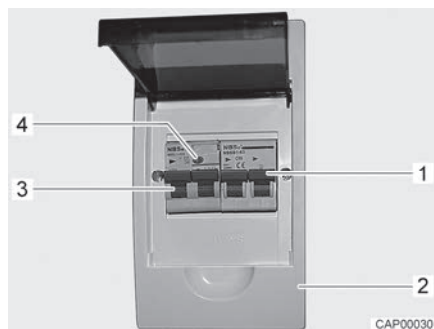

Fig. 80 Interruttore di sicurezza e interruttore automatico FI (scatola dei fusibili a 230 V)
- Disattivare l'interruttore di sicurezza (Fig. 80,1) nella scatola dei fusibili (Fig. 80,2).
- Se il veicolo è collegato all'alimentazione a 230 V, premere il tasto di controllo (Fig. 80,4) dell'interruttore di sicurezza per correnti di guasto (interruttore automatico FI) (Fig. 80,3) nella scatola dei fusibili (Fig. 80,2). L'interruttore di sicurezza per correnti di guasto deve scattare.
- Riattivare l'interruttore di sicurezza per correnti di guasto (Fig. 80,3).